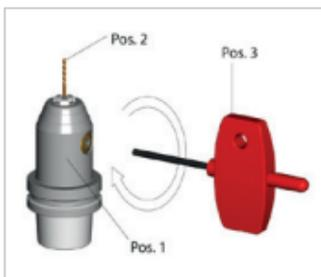

Abbildung 3: Werkzeug spannen
- Drehen Sie das Ritzel mit Hilfe des passenden Innensechskant-Schlüssels mit Quergriff (Pos. 3) im Uhrzeigersinn zu (siehe „Abbildung 3: Werkzeug spannen“).